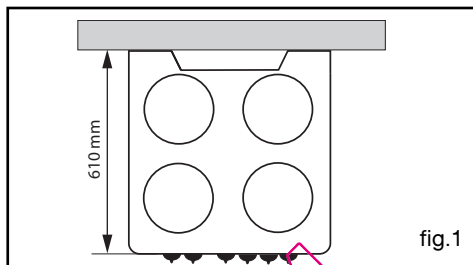

fig.1
• **Plat lèchefrite multi-usages fig.1**
Vous devez respecter la cote d'encastrement suivante (fig.1, vue de dessus):